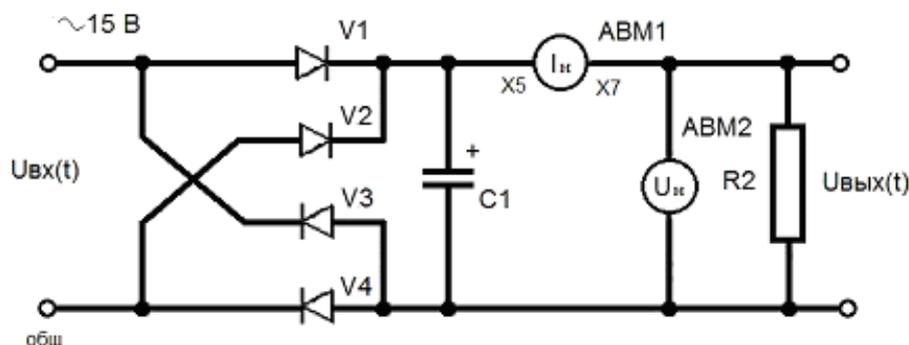

Рис. 2.38. Схема выпрямителя с емкостным фильтром
6. Исследовать действие емкостного фильтра на выпрямленное напряжение (соблюдать полярность конденсатора!). Емкостным фильтром будет конденсатор C1, подключенный параллельно нагрузке R2 (рис. 2.38):